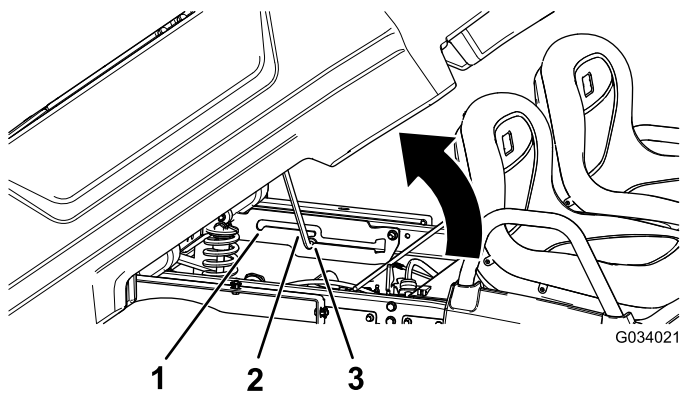

Figure 21
2. Engagez la béquille dans le cran de verrouillage pour bloquer le plateau en position de déchargement (Figure 21).
2. Engagez la béquille dans le cran de verrouillage pour bloquer le plateau en position d'entretien (Figure 21).
2. Sortez la béquille du cran de verrouillage (Figure 21).